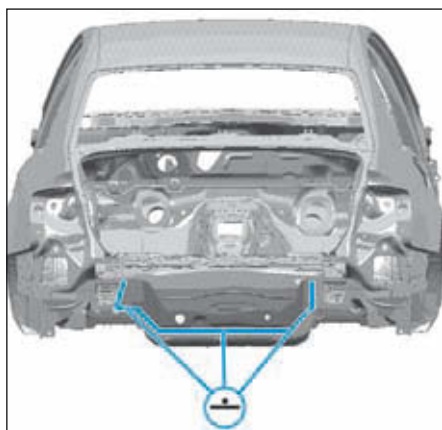

FIG.138
- Ajuster et souder comme illustré (Fig.138).